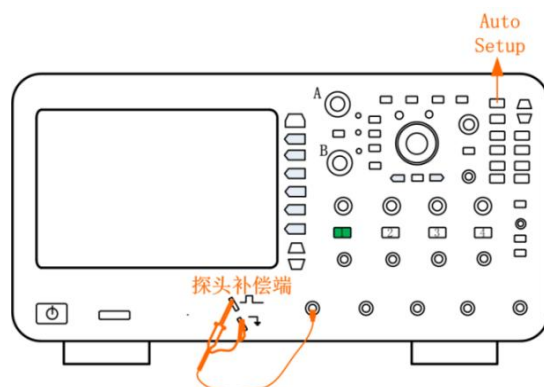

图 5.3 探头连接
(2) 恢复默认状态后，可接入信号，使用普通无源探头与面板上的“探头补偿端”进行连接，如下图 5.3 所示。
示波器探头补偿端接口，鳄鱼夹接地），具体如图 5.3 所示。
注：若探头接入的不是 CH1 而是 CH2、CH3 或 CH4，则按下面板上的【1】软键，软键变灰则关闭通道 1，按下【2】、【3】或【4】软键则打开相应通道则软键变亮，如图 5.3 所示。